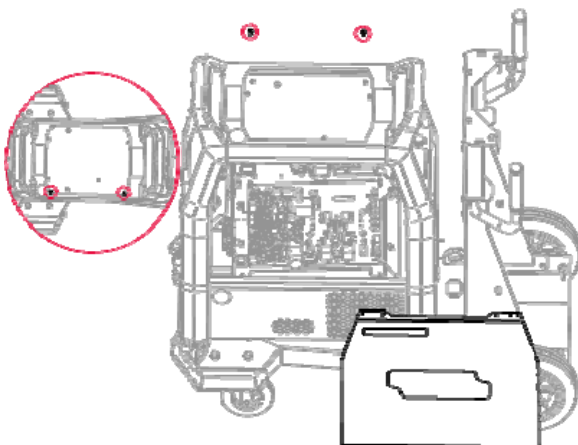

Рисунок 3
- Открутите и удалите боковую крышку Speedtec - открутите два винта M5x20 (Рис. 3)